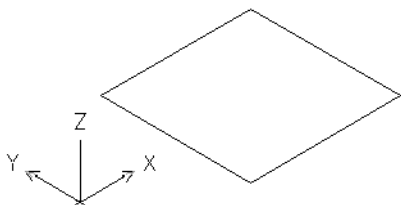

图 12-2 切换视图
- 03 选择菜单【视图】|【三维视图】|【西南等轴测】命令，将当前视图切换为西南视图，结果如图 12-2 所示。